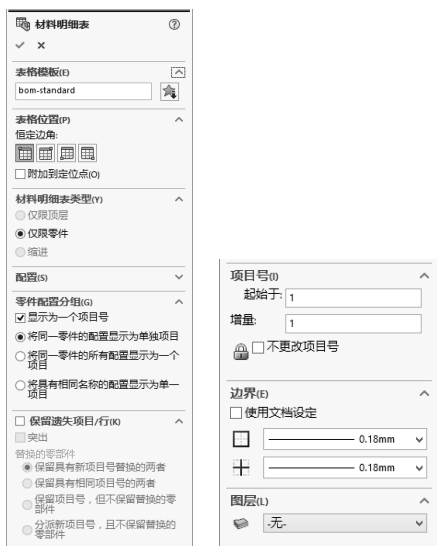
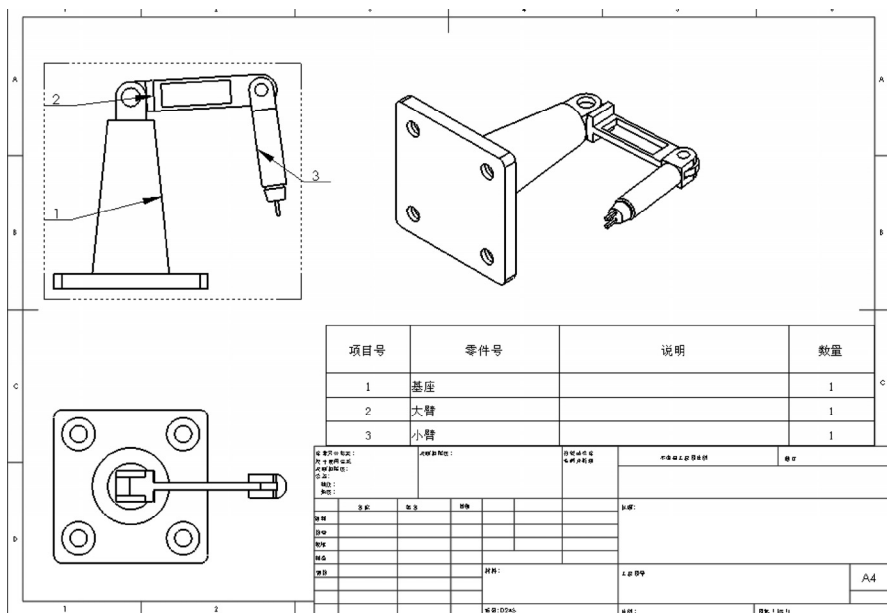

图 6-87 “材料明细表”属性管理器
图 6-88 添加创建明细表
**07** 下面为视图生成材料明细表，工程图可包含基于表格的材料明细表或基于 Excel 的材料明细表，但不能两者均包含。选择菜单栏中的“插入”→“表格”→“材料明细表”命令，或者单击“表格”下拉列表中的“材料明细表”按钮，选择刚才创建的上视图，将弹出“材料明细表”属性管理器，设置如图 6-87 所示。单击属性管理器中的“确定”按钮，在图形区域将出现跟随鼠标的材料明细表表格，在图框的右下角单击确定为定位点。创建明细表后的效果如图 6-88 所示。